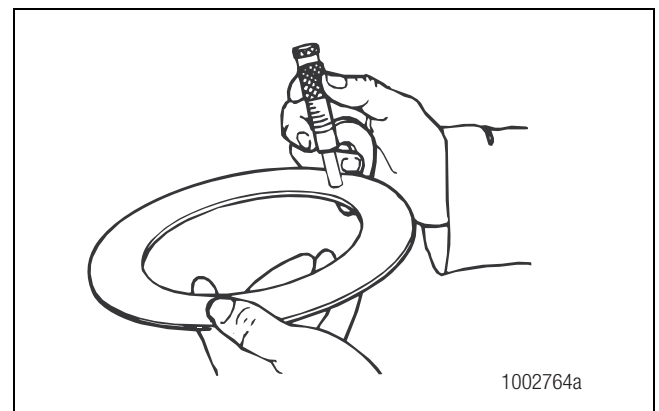

Figura 5.2
1. Con un micrómetro mida el espesor del paquete de laines viejo que se quitó de debajo de la jaula del piñón. Anote y registre la medida. Figura 5.2.